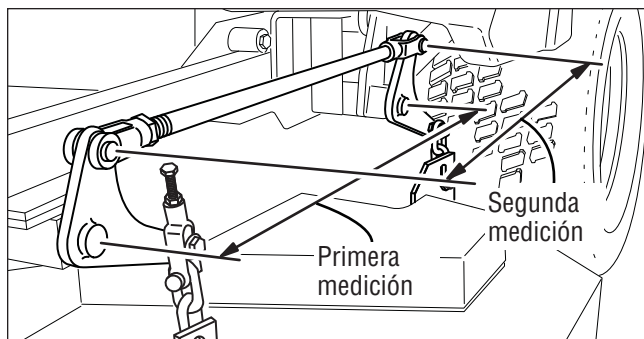

Figura 36. Revisar sincronización del brazo elevador
2. Para revisar la sincronización del brazo elevador, mida y anote la distancia entre los pivotes del elevador y del brazo. Repita la operación en el otro lado de la unidad. Vea la Figura 36.